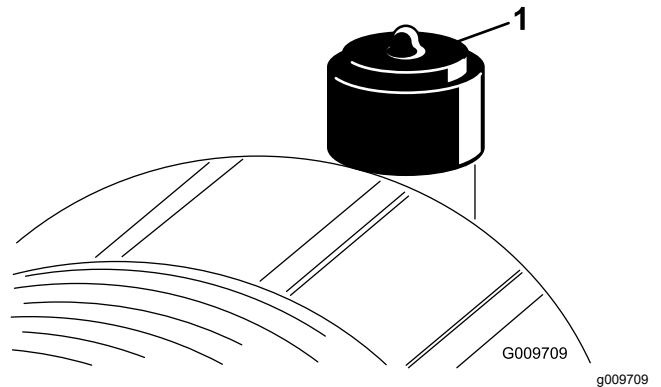

図 42
エアクリーナのフィルタの整備は、インジケータ図42が赤色になってから行ってください。早めに整備を行っても意味がありません。むしろフィルタを外したときにエンジン内部に異物を入れてしまう危険が大きくなります。
2. インジケータ図 42が赤になっている場合はリセットする。